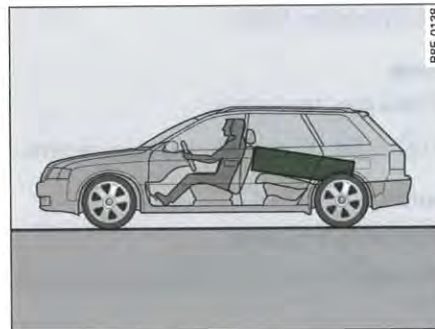

Fig. 98 Transportez les objets lourds le plus à l'avant possible dans l'habitacle.
- Placez les objets lourds le plus à l'avant possible dans l'habitacle ⇒ *page 102, fig. 98.*